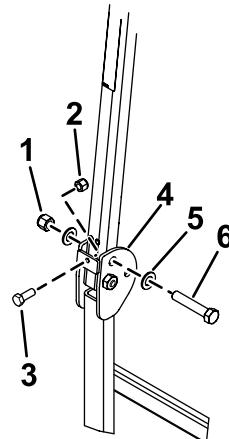

Bild 9
3. Legen Sie eine Scheibe ($13/16'' \times 1\frac{1}{2}''$) auf jede Schraube ($\frac{3}{4}'' \times 4''$), wie in **Bild 9** abgebildet.
4. Setzen Sie die Schrauben und Scheiben in die Löcher ein, aus denen Sie die Stifte entfernt haben (**Bild 9**).
5. Legen Sie eine weitere Scheibe auf jede Schraube und befestigen sie mit Muttern ($\frac{3}{4}''$), wie in **Bild 9** abgebildet. Ziehen Sie die Muttern auf ein Drehmoment von 323 bis 396 N·m an.
6. Setzen Sie eine Schraube ($\frac{3}{8}''-16 \times 1''$ oder $1\frac{1}{4}''$) mit einer Klemmmutter (Schrauben und Klemmmuttern nicht im Lieferumfang enthalten) in die Gewindeplatte auf jeder Seite des unteren Teils des Überrollbügels im Scharnierbereich ein (**Bild 9**). Ziehen Sie die Schraube an, bis sie fest am oberen Überrollbügelrohr anliegt, und ziehen Sie die Klemmmutter fest.
7. Ziehen Sie die Drehschraube am Überrollsitz (Bild 9) auf ein Anzugsmoment von 91 bis 113 N·m an, damit der Überrollbügel und das Sonnendach nicht springen.